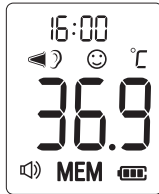

Figura 13
2. El termómetro memorizará automáticamente las últimas 30 lecturas de temperatura. Cada memoria registra también los iconos de fecha/hora/modo de la medición. Cada vez que se pulsa el botón, la pantalla muestra las lecturas anteriores correspondientes con un número del 1 al 30. El número 1 refleja la lectura más reciente, mientras que el número 30 revela la lectura más antigua almacenada en la memoria. (Véase la Figura 13)